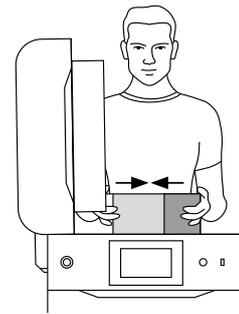

Abb. 3.3 Schließen der IO Box.
9. Schließe die IO BOX (Abb. 3.3).